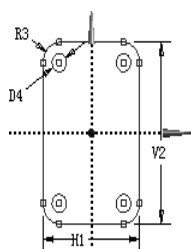

图 3.9.3 草图 1
(1) 绘制图 3.9.3 所示的草图 1。在“草图绘制”工具条中的 **XYPlane** 下拉列表中选择 XYPlane 平面为草图平面，单击“New Sketch”按钮 ，绘制图 3.9.3 所示的截面草图，其中